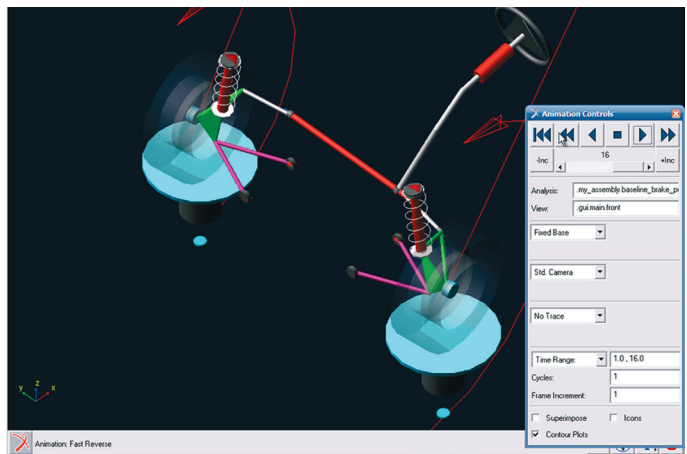

Figura 4.161 – Tela principal da animação.
- Na janela *Animation Controls* (Figura 4.161), selecione o ícone *Play* para iniciar a animação.